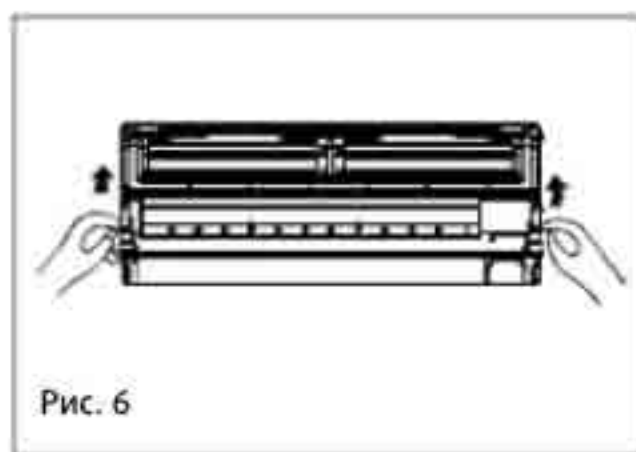

Рис. 6
1. Откройте и поднимите лицевую панель внутреннего блока вверх, чтобы она зафиксировалась со звуком щелчка (рис.6).